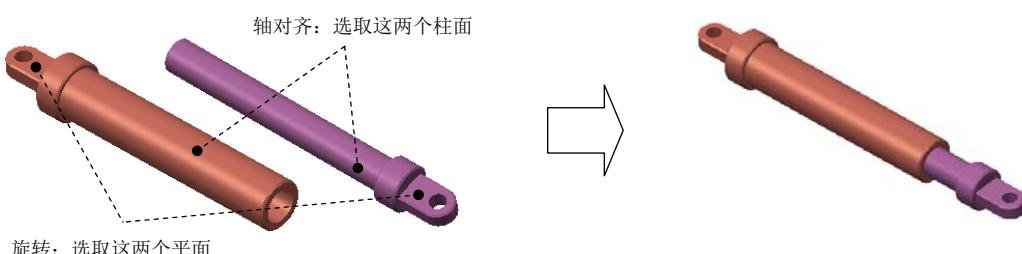
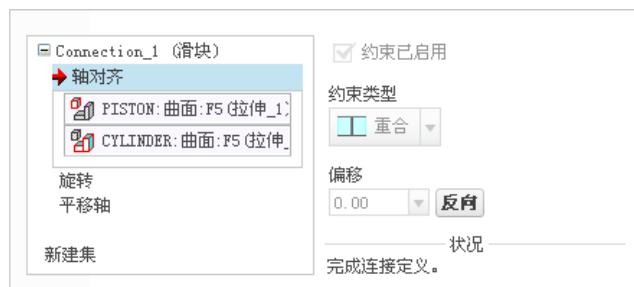

图 3.17.2 创建滑块（Slider）连接
图 3.17.3 “放置”界面
Step4. 引入第二个元件 PISTON.prt，并将其调整到图 3.17.2 所示的位置。
(1) 在连接列表中选取 **滑块** 选项，此时系统弹出“元件放置”操控板，单击操控板菜单中的 **放置** 选项卡。
(2) 定义“轴对齐”约束。分别选取图 3.17.2 所示的两个柱面为“轴对齐”约束参考，此时 **放置** 界面如图 3.17.3 所示。
(3) 定义“旋转”约束。分别选取图 3.17.2 所示的两个表面为“旋转”约束参考，此时 **放置** 界面如图 3.17.4 所示。